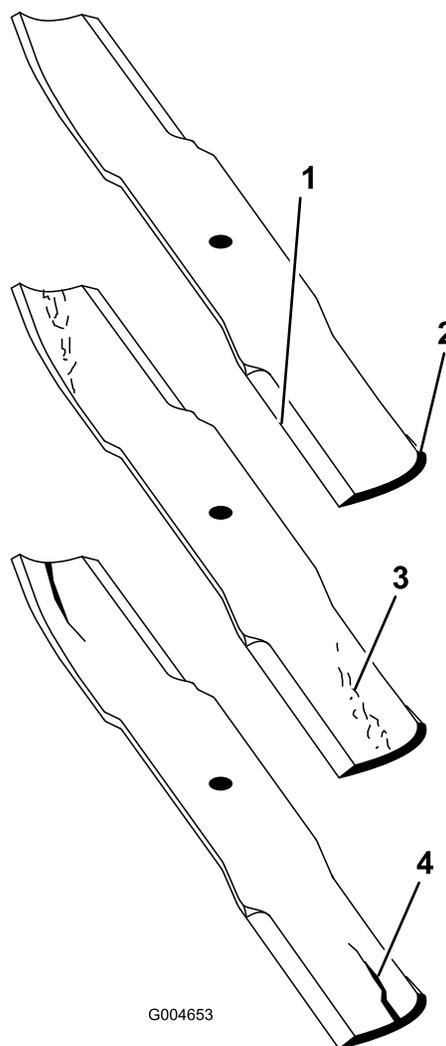

Рисунок 115
2. Осторожно проверьте режущие кромки ножей, особенно в точке соединения плоской и изогнутой частей ножа (Рисунок 115).
Примечание: Так как песок и абразивные материалы могут вызвать износ металла, соединяющего плоскую и изогнутую части ножа, проверьте нож перед использованием газонокосилки. При обнаружении износа (Рисунок 115) замените нож.